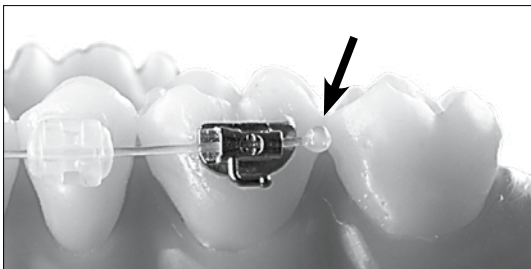

Abb. 4: Auftragen eines Adhäsivtropfens (schwarzer Pfeil).
- Statt eines cinch backs platzieren Sie einen Adhäsivtropfen am Bogenende oder an einer anderen Stelle entlang des Bogens, um ein ungewolltes Durchgleiten des Bogens zu verhindern (Abb. 4).